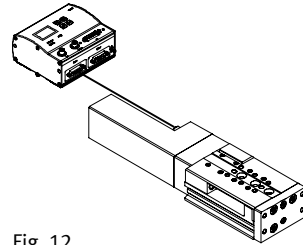

Fig. 12
- Collegare l'SLTE-... con il Controller all'attacco **5** (vedi Fig. 12).